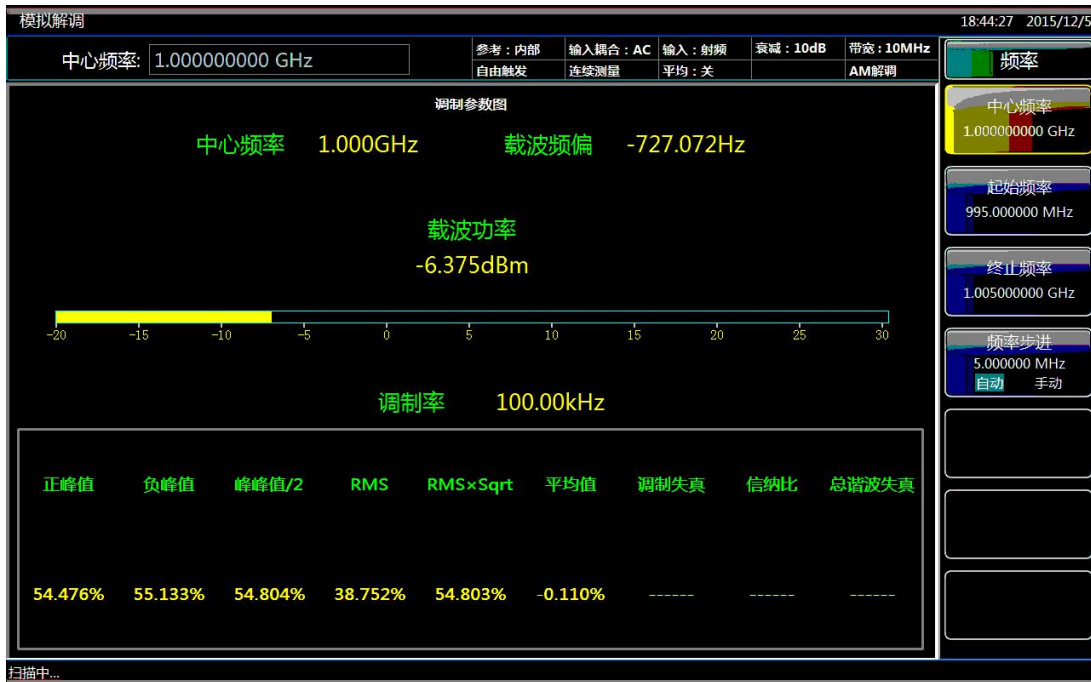

图 4.14 AM 信号测量结果
i) 当测量完成后, 正峰值检波方式测得的调制深度、速率、失真和信纳比的测量结果就会同时显示在屏幕上。屏幕的下方会显示当前的测量设置。如图 4.14 所示:
k) 各种检波方式下的测量结果如图 4.14 所示。